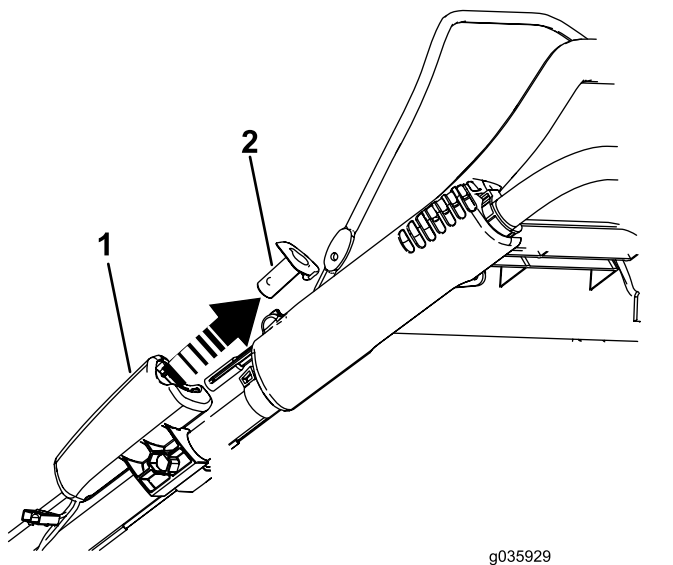

Figure 22
1. Retirez le bouton de démarrage électrique, comme montré à la Figure 22 (modèle à démarrage électrique seulement).